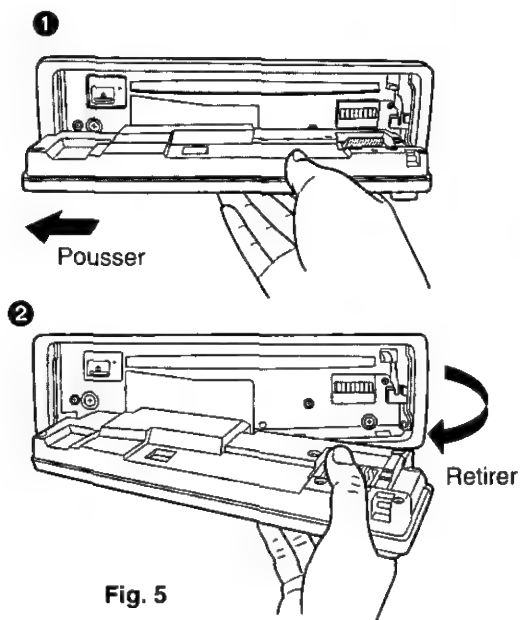

Fig. 5
- ③ Pousser le panneau avant vers la droite ou la gauche et l'enlever en le tirant vers soi. (→ Fig. 5)